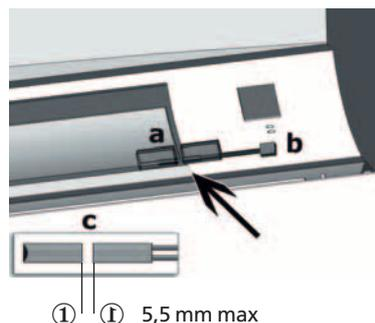

Fig. 6
4.2.6 Applicare i magneti in dotazione al sistema ALAPANEL e ALAPANEL-S, mediante i due supporti provvisti di bi-adesivo. Il magnete senza fili va montato sulla parte inferiore dell'aletta mobile dell'unità del climatizzatore Mitsubishi Electric (quando l'unità è spenta e l'aletta è in posizione di riposo), facendo attenzione che la parte concava del magnete senza fili sia orientata verso sinistra (vedi dettaglio a - c, fig. 6). L'altro magnete, provvisto di cavo e connettore, va applicato perfettamente in linea con il magnete senza fili (a) tramite il supporto bi-adesivo, agganciandolo sulla parte fissa dell'unità di climatizzazione (vedi dettagli b - c, fig. 6). Il connettore del magnete va connesso alla scheda elettronica del sistema ALAPANEL e ALAPANEL-S. La distanza massima ammessa tra i magneti è di 5,5 mm (vedi dettaglio c).